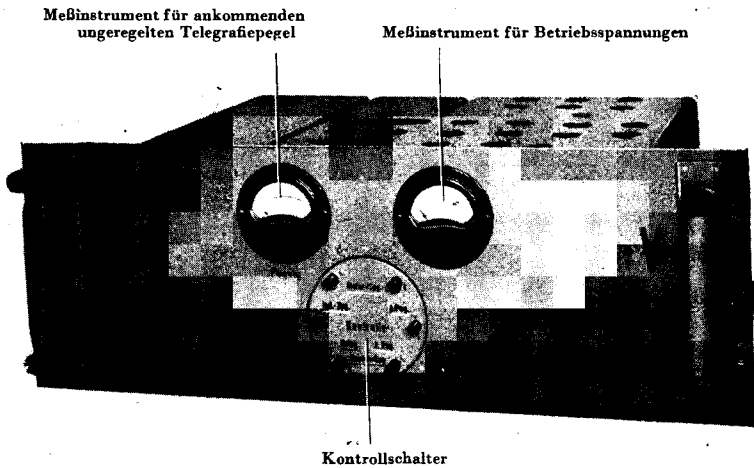

Abb. 29: Netzteil, Vorderansicht
Eine Vorderansicht des Dm-Netzteiles gibt Abb. 29 wieder. In diesem Einschubkasten sind neben dem Netzanschlußgerät noch ein Pegelverstärker, der Relaissatz für den Such- und Nachstimmvorgang des Empfängers und eine niederfrequente Siebkette eingebaut.
2. Netzteil, Abb. 29 und 30